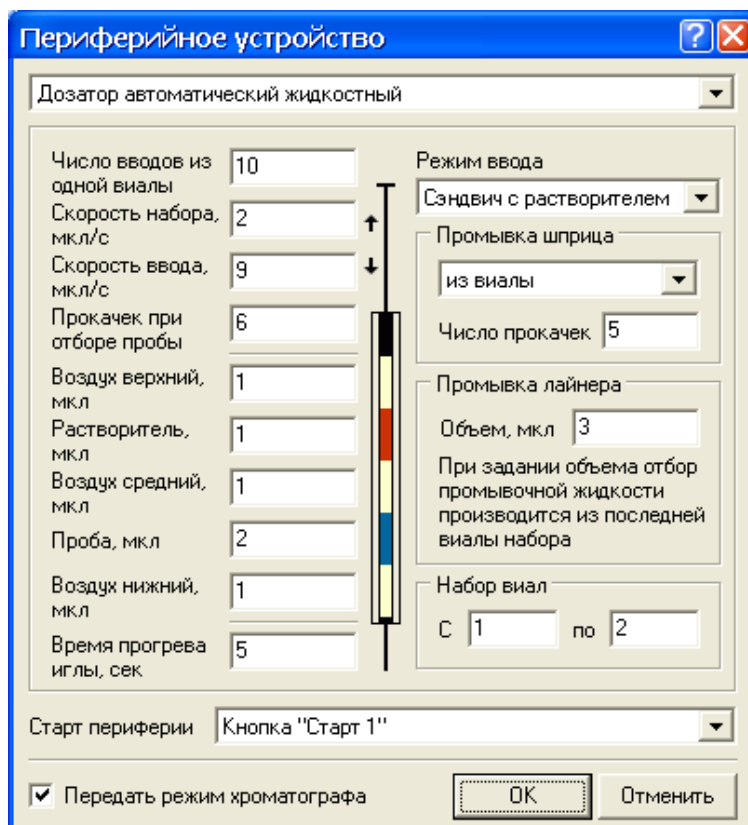

Рисунок 2.75. Дозатор автоматический жидкостный. Режим “сэндвич с растворителем”
- “Сэндвич” с растворителем (рисунок 2.75).